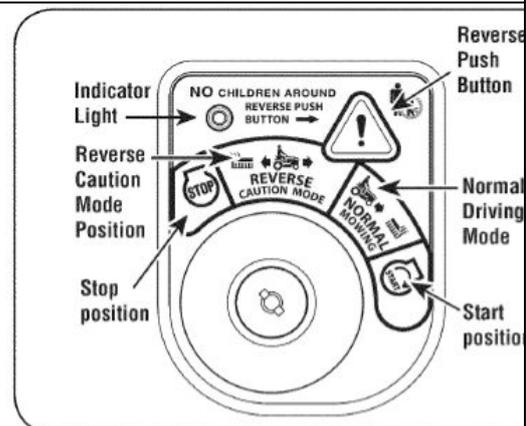

Рис. 8
2. Переместите ключ зажигания с нормальной позиции /зеленый сектор/ в положение REVERSE (ВПЕРЕД) /;желтый сектор/ на блоке зажигания. /См Рис. 8/.
3. Нажмите на кнопку обратного хода/Оранжевого цвета треугольник, расположенный в верхней правой части панели. Красная лампочка-индикатор, расположенная в левом верхнем углу, зажжется, сигнализируя об активации режима заднего хода./См. Рис.8/.